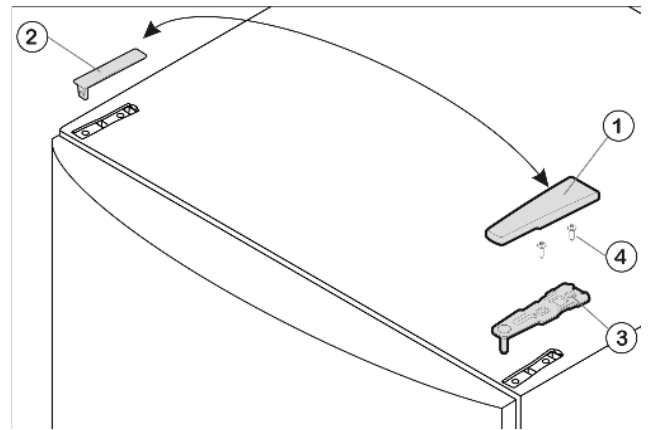

Fig. 4
- ▶ Стяните крышку крышки Fig. 4 (1) вперёд и снимите крышку Fig. 4 (2).
- ▶ Открутите верхний опорный кронштейн Fig. 4 (3) (2 шт. Torx 25) Fig. 4 (4) и вытяните вверх.
- ▶ Установите верхний опорный кронштейн Fig. 4 (3) на новой стороне шарнира и защелкните в дверце.
- ▶ Прикрутите верхнюю опорную подставку (2 шт. Torx 25) Fig. 4 (4). При необходимости просверлите отверстия или используйте аккумуляторную отвертку.
- ▶ Защелкните крышку Fig. 4 (1) и крышку Fig. 4 (2) на противоположной стороне.